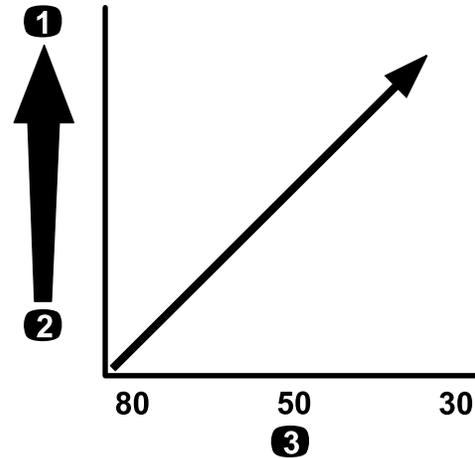

**Figure 21**
**Important:** Si vous pulvérisez des produits chimiques de viscosité plus élevée (plus épais) ou des solutions avec poudres mouillables, vous devrez peut-être utiliser un maillage plus grossier pour le filtre d'aspiration ; voir Figure 21.